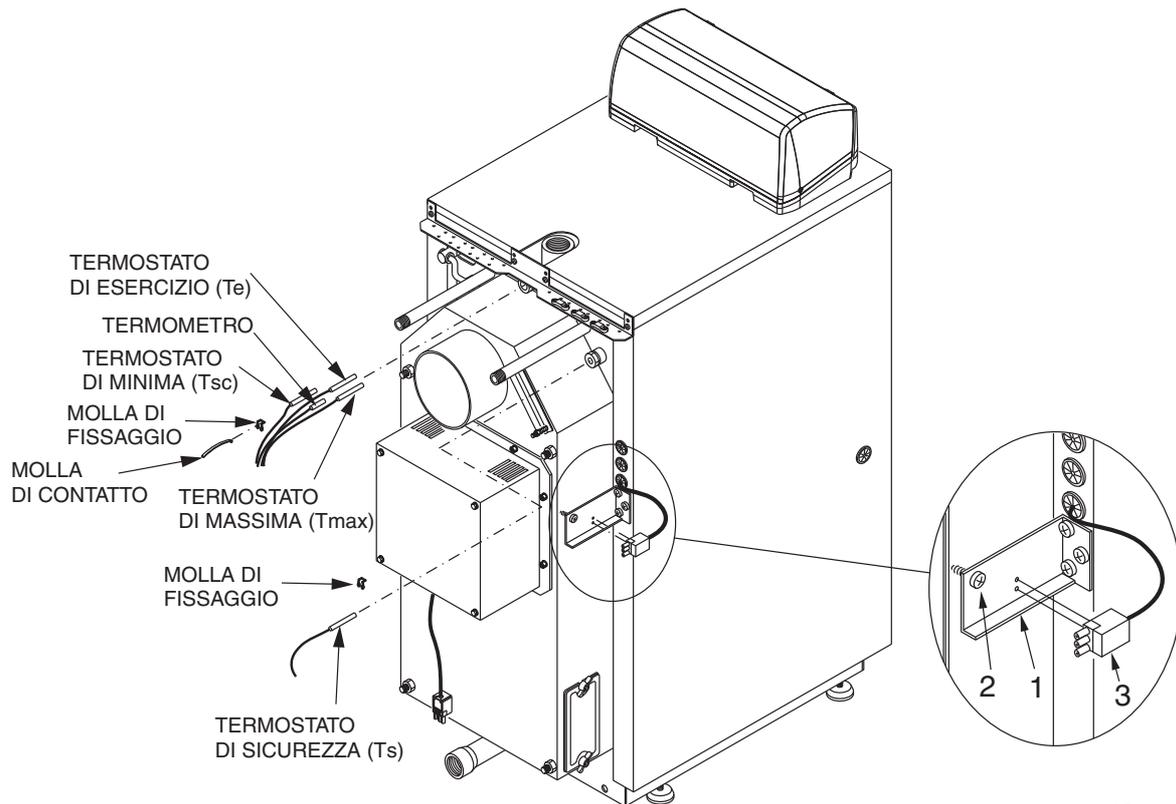

fig. 16
**Il collegamento dei bulbi dei termostati alla caldaia deve essere effettuato come riportato in fig. 16, pag. 18.**